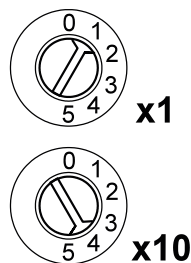

Рис. 2. Адрес 41.
- 3.3. Установите DALI-адрес, соответствующий адресу управляемого диммера. Адрес устанавливается двумя вращающимися переключателями. Первым переключателем устанавливаются единицы, вторым - десятки. На Рис. 2 показан пример установки адреса 41. Максимально возможное количество адресов и устройств на шине DALI – 64 адреса.